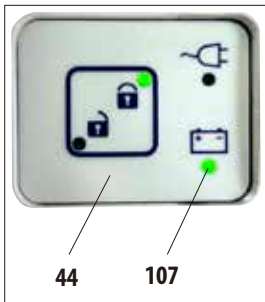

Fig. 244
Ciò viene visualizzato dall'illuminazione del LED verde (107) nel tasto di sblocco (44) posto sotto la camera (fig. 244)